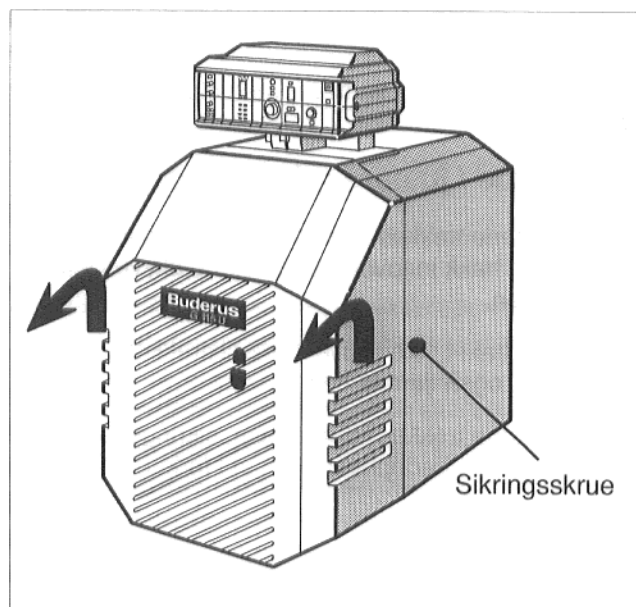

fig. 29
- Brennerdørpanelet løftes litt opp og tas av i forkant. På Unit-kjeler skrur først sikringskruene på venstre og høyre side (fig. 29) i sideveggene ut, brennerens toppplate løftes litt opp og tas av i forkant.